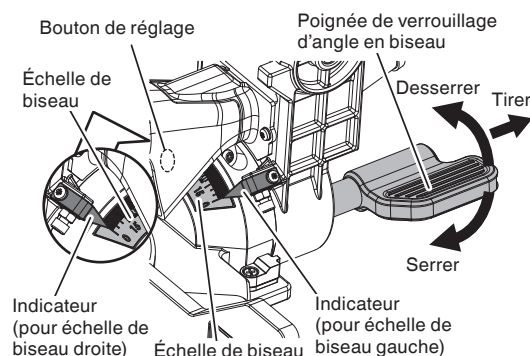

Fig. 22
- (1) Desserrer la poignée de verrouillage d'angle en biseau et placer en biseau la lame de scie sur la gauche ou la droite. Lorsque la tête de moteur est inclinée vers la droite, appuyer sur le bouton de réglage.
- (2) Régler l'angle de biseau sur le réglage souhaité tout en observant l'échelle et l'indicateur d'angle en biseau, puis fixer la poignée de verrouillage d'angle en biseau. Lorsque l'établi et le corps principal entrent en contact, tirer la poignée de verrouillage d'angle de biseau dans le sens de la flèche, comme illustré sur la Fig. 22 et changer la direction de la poignée de verrouillage d'angle de biseau.
- (3) Allumer la DEL d'éclairage et positionner la pièce sur la table pour le préalignement de votre coupe.
- (4) En utilisant le bloc d'angle (A) et le bloc d'angle (B), vous pouvez facilement définir des angles de biseau de 33,9°, 45° ou 48°. Pour plus de détails, voir la section « Angle de biseau 33,9°, 45°, 48° » à la page 57.